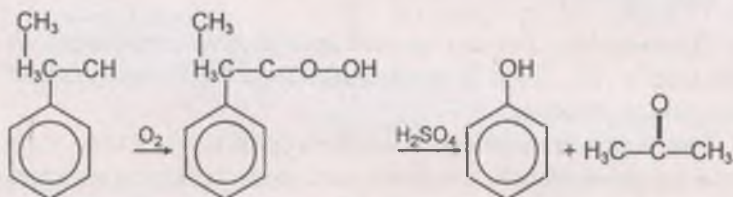

Рис. 149
- 1) окислением изопропилбензола (кумола) в гидроперекись с последующим разложением ее серной кислотой (рис. 149);